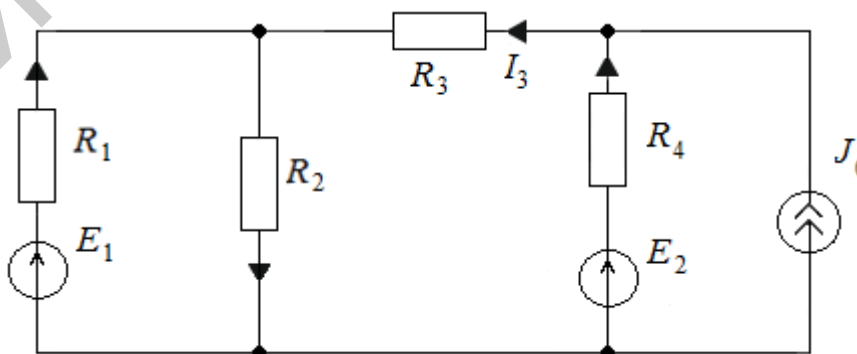

Рис. 144
77. Определить токи в цепи методом преобразования (рис. 144), если $E_1 = 50$ В; $E_2 = 80$ В; $J_0 = 2$ А; $R_1 = 10$ Ом; $R_2 = 20$ Ом; $R_3 = 10$ Ом; $R_4 = 25$ Ом.